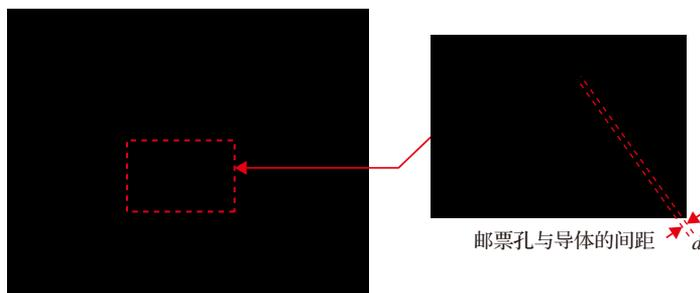

图 8-27 练习题 12 图
12. 为避免在实物板分板环节，板内铜线、铜皮和焊盘等导体受损，对于采用邮票孔方式拼板的 PCB，嘉立创建议工程师在设计 PCB 时，非金属化邮票孔与板内导体的距离（见图 8-27）越大越好，最小不得小于以下哪个参数？（ ）